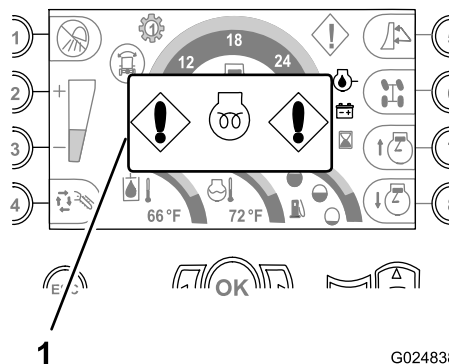

Рисунок 34
- **Индикатор ожидания запуска двигателя** – Этот индикатор загорается, когда вы поворачиваете ключ зажигания в положение «Вкл.» и подается питание на нагреватель воздуха на впуске двигателя (Рисунок 34).
Примечание: Подождите, пока данный индикатор не погаснет, прежде чем попробовать запустить двигатель (Рисунок 34).